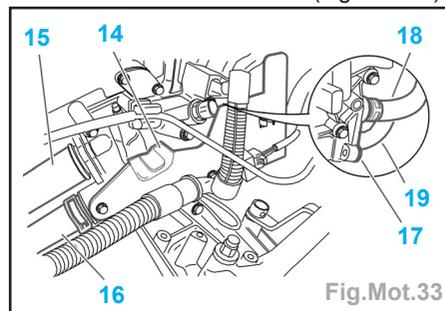

Fig.Mot.33
- le capteur (10),
- le bloc bobine compacté (11).
- les tuyaux d'aérotherme (12).
- Déposer les couvre-culasses (13).
- Déposer et écarter le support faisceau (14) sur le boîtier de sortie d'eau (Fig. Mot.33).
- Déposer la fourchette de maintien et sa vis de fixation (17) des tuyaux de refroidissement (18) et (19) sur l'arrière du boîtier de sortie d'eau (Fig.Mot.33).